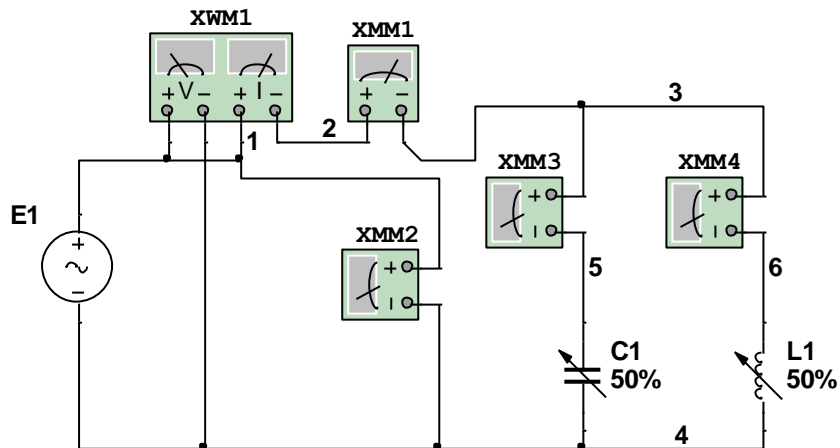

Рисунок 4.3 – Схема дослідної установки до ЛР8
1. Скласти схему згідно рис. 4.3.